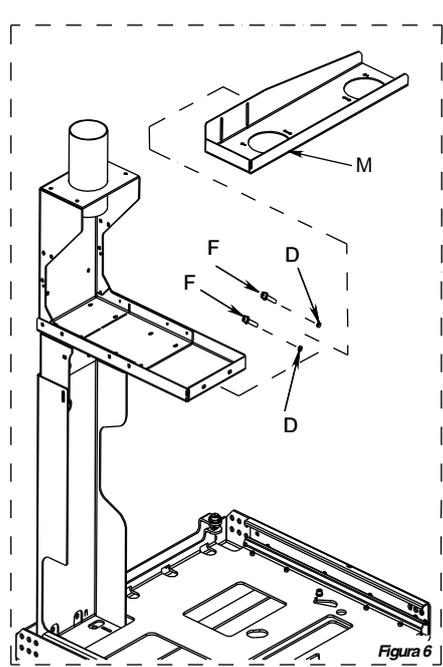

Figura 6
- Procedere quindi al montaggio del supporto M attraverso l'uso delle viti in dotazione F (vite tc m6x12) , D (dado m6) (vedi Figura 6).